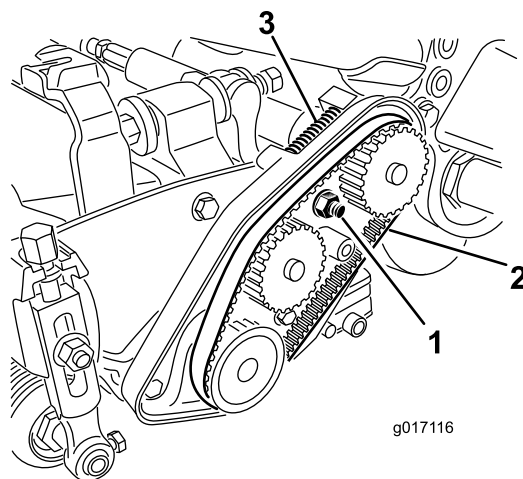

Рисунок 20
- Ослабьте гайку корпуса подшипника (Рисунок 20).
- Снимите ремень (Рисунок 20).
12. Убедитесь, что на ремень воздействует усилие от пружины сжатия (Рисунок 20).